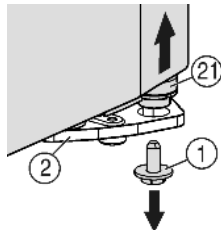
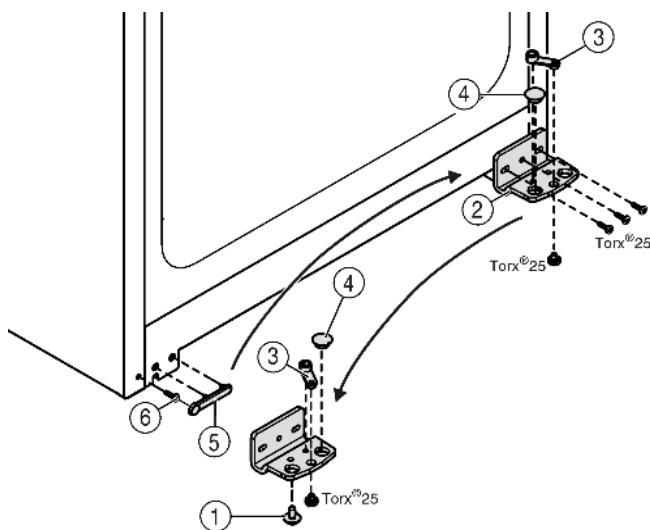

Fig. 5
Fig. 6
- ▶ Долу вдясно на лагерната стойка отвийте осигурителния винт Fig. 5 (1).
- ▶ Лагерният болт Fig. 5 (21) се освобождава от лагерната стойка Fig. 6 (2).
- ▶ Ако лагерният болт Fig. 5 (21) не се освободи, избутайте болта отдолу.
- ▶ Свалете лагерната стойка Fig. 6 (2).
- ▶ Развийте лагерния детайл Fig. 6 (3) и поставете в срещуположния поемащ отвор на лагерната опора, завийте отново.
- ▶ Извадете тапите Fig. 6 (4) от лагерната опора и ги преместете в срещуположния поемащ отвор на лагерната опора.
- ▶ Внимателно повдигнете покритието Fig. 6 (5) откъм дръжката.
- ▶ Развийте винта Fig. 6 (6) и го завинтете от другата страна.
- ▶ Поставете отново капака Fig. 6 (5).
- ▶ Завийте отново **здро** (с 4 Nm) лагерната стойка Fig. 6 (2) от новата страна на шарнира, при нужда с помощта на акумулаторна отвертка.
- ▶ Завийте осигурителния винт Fig. 5 (1) долу в лагерния болт и го затегнете (с 4 Nm).